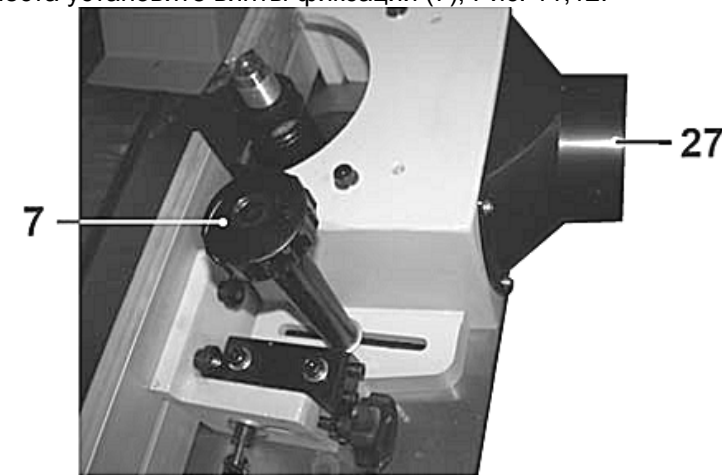

Рис.12
- 8.7.1. Как показано на Рис. 12, установите и четырьмя винтами закрепите патрубок пылесборника (27).